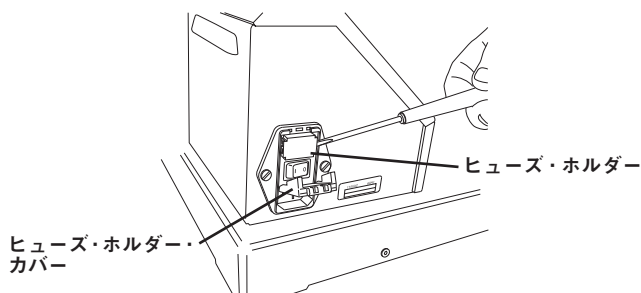

図 20
3. コンセントから、ヒューズ・ホルダーを慎重に取り出します。(図 20 参照)